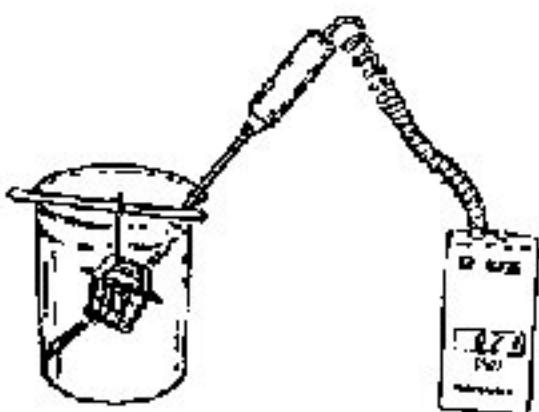

fig. 75
1. Posicionar a válvula termostática dentro de um recipiente com água ou óleo para motor, assegurando-se de que o termostato não toque as paredes do recipiente (fig. 75)